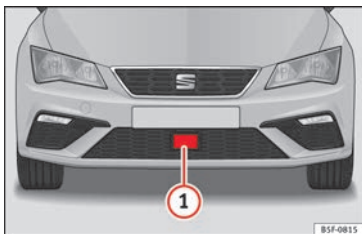

Abb. 208 Im vorderen Stoßfänger: Radarsensor.
Zur Erfassung der Verkehrssituation ist im vorderen Stoßfänger ein Radarsensor eingebaut » **Abb. 208** ①. Vorausfahrende Fahrzeuge können so bis zu einer Entfernung von ca. 120 m erkannt werden.